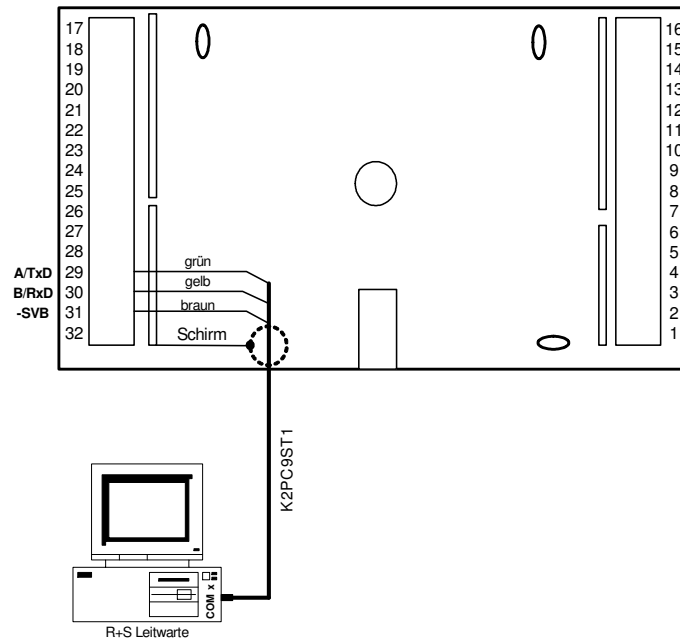
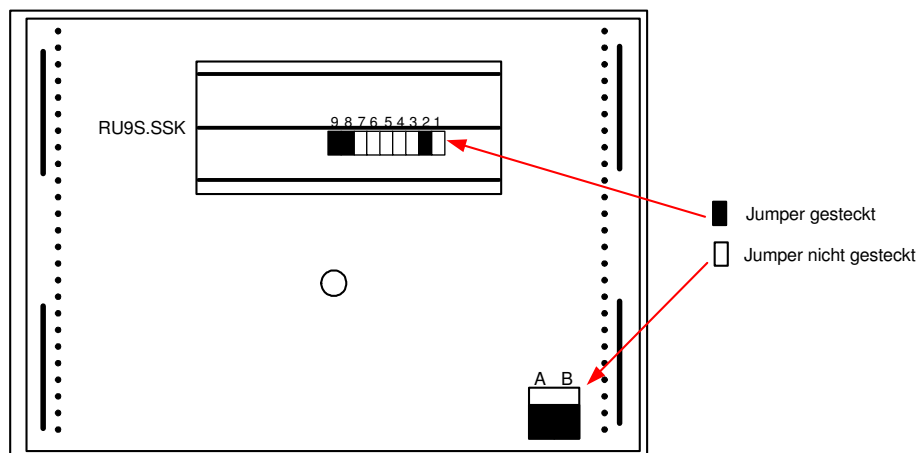

Abb. 22: Anschluss eines PC
Abb. 23: Jumperpositionen für RS232 Kommunikation
- Die Kurzschlussstecker "A" und "B" an der Rückseite des RU 9X.5 müssen dem Auslieferungszustand des Reglers entsprechend gesteckt sein (siehe Abb. 23).
Ist der RU 9X.5 mit einer Schnittstellenkarte RU9S.SSK ausgestattet, so kann er direkt (serielle Schnittstelle RS232, max. 15 m Leitungslänge) mit einem PC bzw. mit einer Leitwarte verbunden werden. Ist die Schnittstellenkarte mit dem Regler bestellt worden, dann ist sie bereits eingebaut. Die Nachrüstung oder der Austausch ist durch qualifiziertes Fachpersonal jederzeit möglich (siehe Kap. 2.3). Für diesen Anschluss kann das Kabel K2PC9ST1 (siehe Abb. 22) verwendet werden. Die Kurzschlussstecker (Jumper) an der Gehäuserückseite müssen dem Auslieferungszustand des Reglers entsprechend gesteckt sein (siehe Abb. 23).
Über ein Regin Modem, z.B. MOD 3-R, MOD 5-R oder MOD 6-R, das Anschlusskabel K2MOD9ST1 und die steckbare Schnittstellenkarte RU9S.SSK kann der Regler mit einem PC bzw. mit einer Leitwarte verbunden werden. Die Kurzschlussstecker (Jumper) an der Gehäuserückseite müssen dem Auslieferungszustand des Reglers entsprechend gesteckt sein (siehe Abb. 23). Über die Modemverbindung sind die Fernbedienung und -wartung, eine erste Fehleranalyse, die externe Trendaufzeichnung und die Alarmprotokollierung möglich.